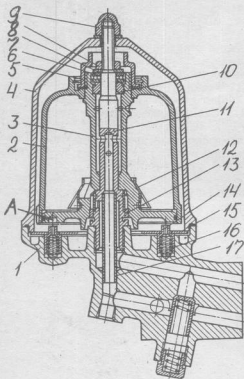

Рис. 2. Центробежный масляный фильтр:
2. Повернуть ротор 18 вокруг оси. Поворачивать ротор так, чтобы стопорные пальцы 14 (Рис. 2) вошли в отверстие А ротора.
25. Установить на ось 11 ротора ротор 8 со втулками 7 и 9 и уплотнительным кольцом 10, упорный шарикоподшипник 6, упорную шайбу 5. Ротор устанавливать так, чтобы стопорные пальцы 14 (Рис. 2) вошли в отверстие А ротора. Упорный подшипник устанавливать так, чтобы кольцо с большим внутренним диаметром было внизу.